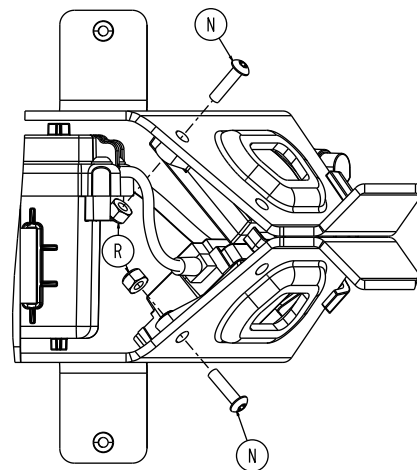

Figure 103 – Retirer la vis et l'écrou du module sans fil
25. À l'aide d'une clé Torx T25 et d'une clé mixte de 3/8 po, retirer la vis d'assemblage à tête ronde (N) et l'écrou Fiberlock (R) qui fixent le module sans fil à la civière le cas échéant, et le module NFMIC à la civière, le cas échéant (Figure 103). Conserver la vis et l'écrou.